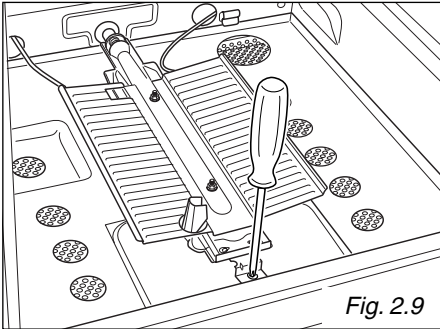

Fig. 2.9
- Enlevez la vis de blocage du brûleur (fig. 2.9).